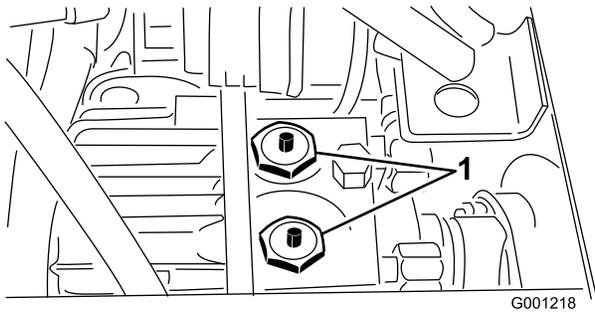

Figura 33
2. Pulse y mantenga pulsados los émbolos de los 2 conjuntos de válvula de desvío, situados encima de la transmisión (Figura 33) mientras empuja o remolca la máquina.